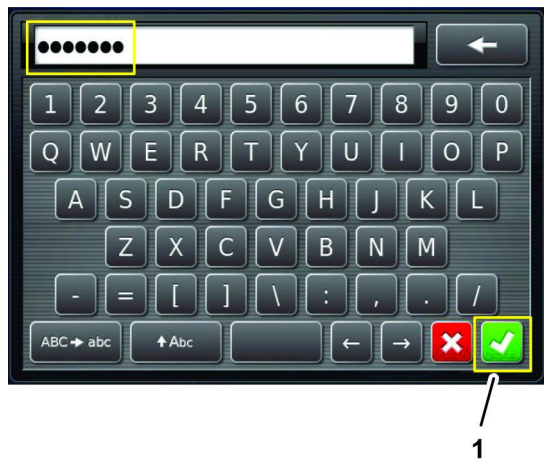

Figura 211
6. Utilice el teclado en pantalla para introducir la contraseña que recibió en el paso 1, y pulse el icono Confirmar (Figura 211).